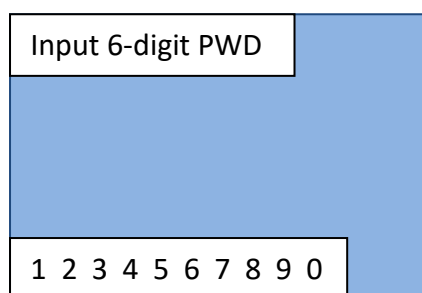

Figura 21 - Schermata selezione password
- 3) Comparsa della pagina in Figura 21; utilizzare i tasti Avanti, Indietro e Conferma/Invio per scrivere la password. Password: 123456